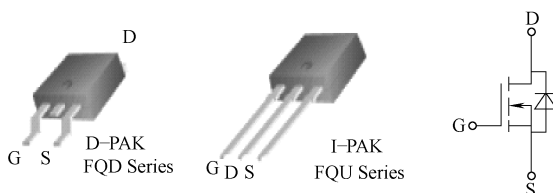

图 5-16 FQD18N20 封装及内部框图
- 3) Q201、Q203 用的是 FQD18N20 (图 5-16 所示为其封装及内部框图)。